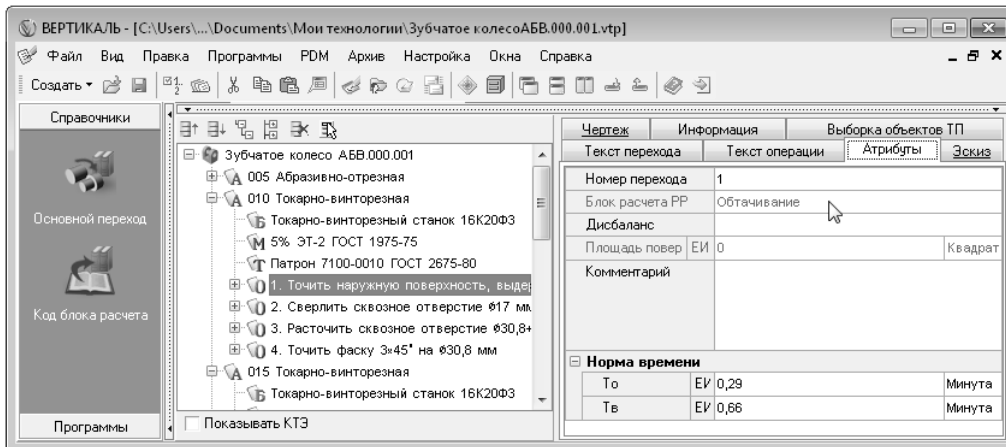

Рис. 6.2.
2. Перейдите на вкладку **Атрибуты** перехода 1 и убедитесь, что в строке *Блок расчета PP* появилось слово «*обтачивание*» (рис. 6.2).